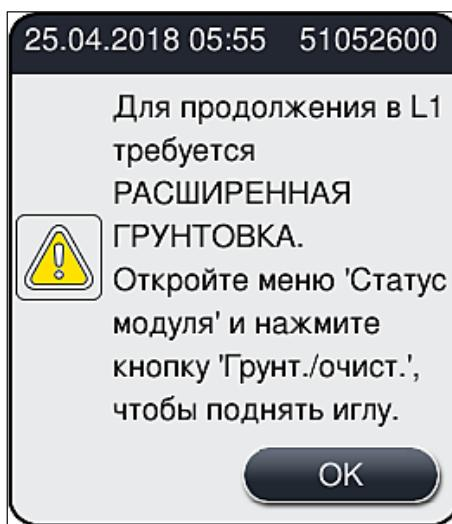

Рис. 99
- Ознакомьтесь с информационным сообщением, появившимся после (→ Рис. 99), и подтвердите его нажатием на **OK**.